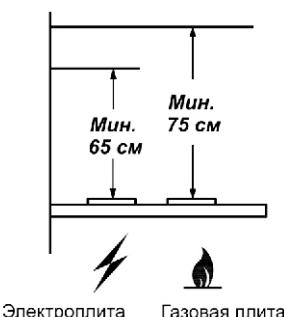

рис. 1
1.2 Вытяжку устанавливайте на высоте, как показано на рис. 1 или 1A.